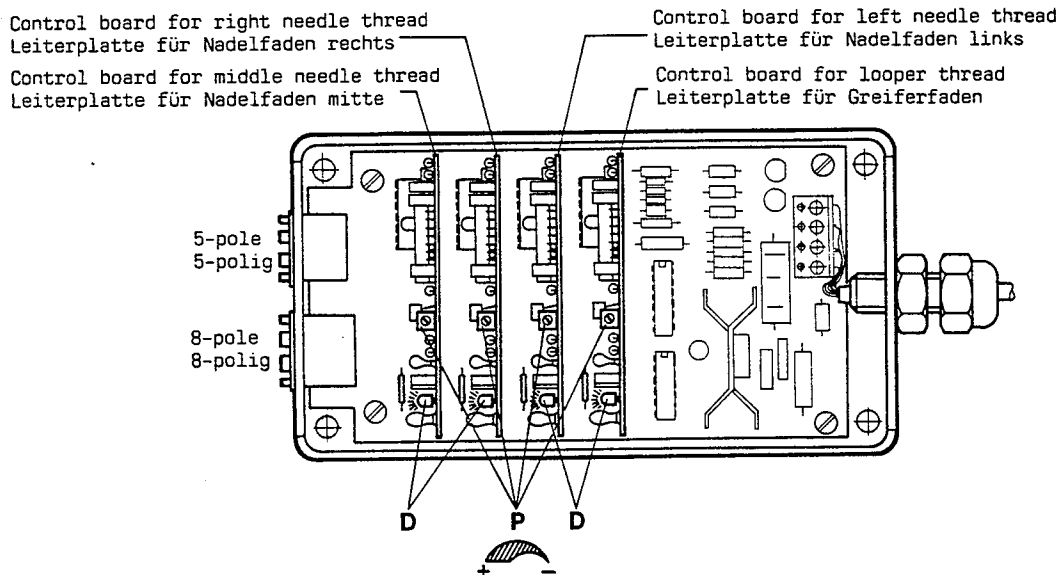

Fig.1
Note: Fig. 1 shows switch box No. 90235 WA-4 for one looper and three needle threads. In switch boxes Nos. 90235 WA-2 and 90235 WA-3 the control boards for the particular threads are placed likewise.
Beachten Sie: Fig. 1 zeigt den Schaltkasten Nr. 90235 WA-4 für einen Greifer- und drei Nadelfäden. In den Schaltkästen Nrn. 90235 WA-2 und 90235 WA-3 sind die Leiterplatten für die einzelnen Fäden in gleicher Weise angeordnet.
1.3 The sense signal for a thread is too weak, the thread is not sensed.	Open switch box. The light emitting diodes (D, Fig. 1) on the control boards must blink while sewing the first 8 stitches up to the machine stop. In case particular diodes do not blink, the associated potentiometer (P, Fig. 1) on the corresponding control board has to be turned to the left. HINT: If it is hardly possible to exactly watch the blinking of the light emitting diodes during the short sewing period (8 stitches), proceed as follows: Draw out all control boards, insert again one after the other and sew after each insertion. Stops the machine after inserting a control board, the potentiometer on this control board has to be turned to the left. When the potentiometer is already completely turned to the left (recognizable by a light click) and the machine stops, respectively the light emitting diode still does not blink, see 1.4.
1.3 Das Abfragesignal für einen Faden ist zu schwach, der Faden wird nicht erkannt.	Öffnen Sie den Schaltkasten. Während des Nähens der ersten 8 Stiche bis zum Stop der Maschine müssen die Leuchtdioden (D, Fig. 1) auf den Leiterplatten blinken. Blinken einzelne Dioden nicht, muß das zugehörige Potentiometer (P, Fig. 1) auf der entsprechenden Leiterplatte nach links gedreht werden. HINWEIS: Sollten Sie während der kurzen Nähdauer (8 Stiche) das Blinken der Leuchtdioden nicht genau beobachten können, gehen Sie wie folgt vor: Ziehen Sie alle Leiterplatten, stecken Sie eine nach der anderen wieder ein und nähen Sie nach jedem Einstecken. Stoppt die Maschine nach dem Einstecken einer Leiterplatte, muß an dieser Leiterplatte das Potentiometer nach links gedreht werden. Ist das Potentiometer schon ganz nach links gedreht (erkennbar durch leichtes Klicken) und die Maschine stoppt, bzw. die Leuchtdiode blinkt immer noch nicht, siehe 1.4.